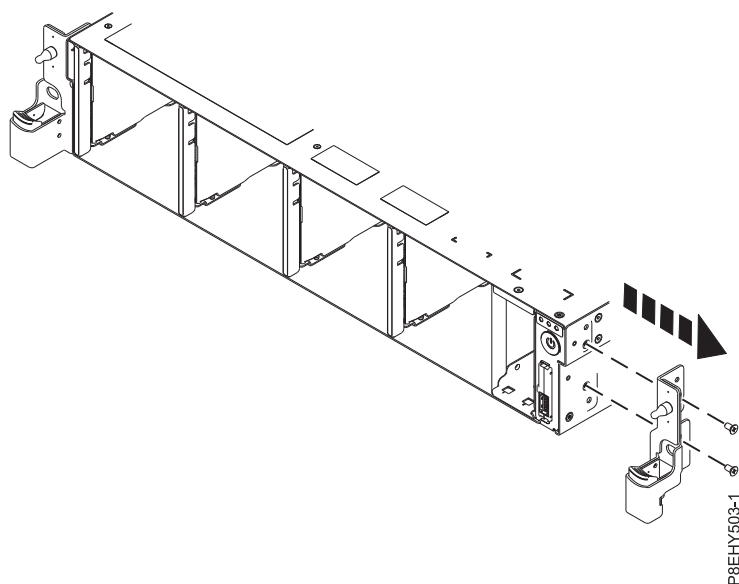

Figura 66. Extracción del soporte de instalación del bastidor
7. Extraiga el soporte de instalación del bastidor de la parte lateral del sistema. Consulte la Figura 66